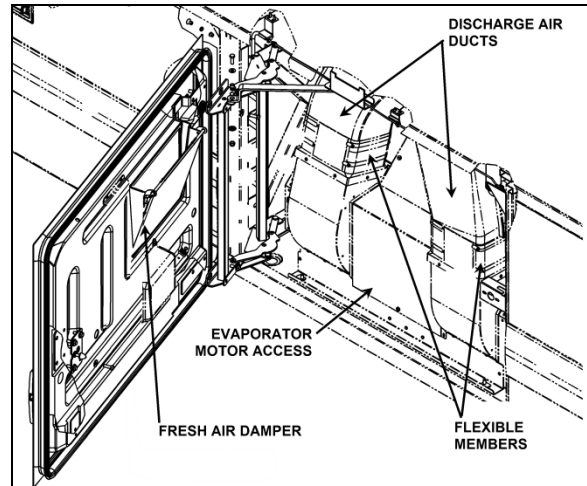

FIGURA 68: DEFLECTOR DE AIRE FRESCO DE ÁREA DE PASAJEROS SERIE X3
- Serie X3 - En la puerta del compartimiento del evaporador (Figura 68).